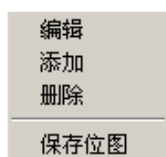

图 4-20 右键菜单
4、右键快捷菜单：在视图区点击鼠标右键弹出右键菜单如图 4-20，该视图列出对当前静标指示测点进行编辑、删除、向当前测区添加测点（添加）和将当前显示信息存入位图文件（保存位图）四个选项。前三项操作方式见 4.3.2.2 相关介绍，其中的“编辑”功能也可以通过直接双击测点区域调出。“保存位图”操作方式见 4.3.2.2 第 2 节相关介绍。